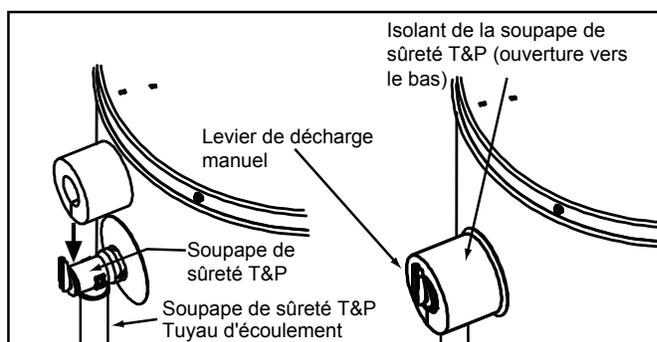

Figure 20
Repérez la soupape de sûreté température et pression (souvent appelée soupape de sûreté T&P) Voir Figure 20.
2. Séparez délicatement ces deux parties et placez le morceau d'isolant sur la soupape de sûreté T&P. Voir Figure 20. Appuyez légèrement sur l'isolant afin qu'il entre bien en contact avec la soupape de sûreté T&P. Une fois l'isolant bien ajusté, fixez-le en place à l'aide de ruban à conduit, électrique ou l'équivalent. **Important:** l'isolant ou le ruban ne doit pas bloquer l'ouverture de décharge de la soupape ou l'accès au levier de décharge (Figure 20). Assurez-vous que le tuyau d'écoulement est correctement inséré dans l'ouverture de la soupape de sûreté T&P, comme décrit dans ce manuel.